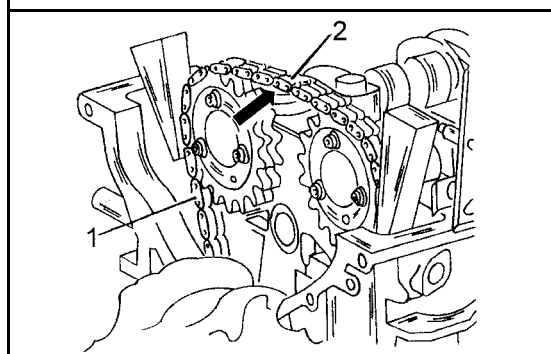

Bild 51
● Beide Kettenglieder (2) eines Kettengliedes der Steuerkette (1) in Bild 51 mit einer Handschleifmaschine abschleifen.